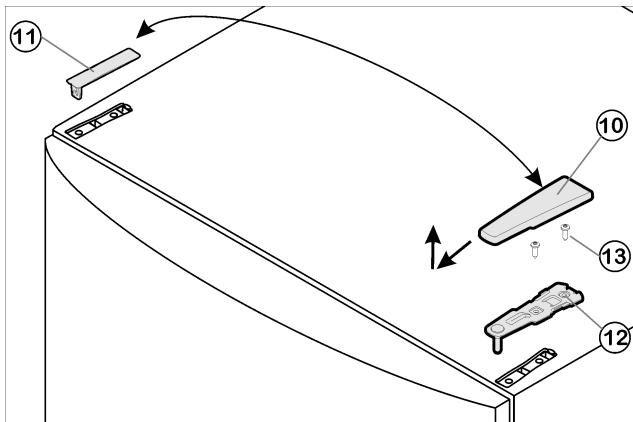

Fig. 4
- ▶ Потяните крышку Fig. 4 (10) вперед и вверх.
- ▶ Снимите крышку Fig. 4 (11).
- ▶ Открутите верхний опорный кронштейн Fig. 4 (12) (2 шт. Torx® 25) Fig. 4 (13) и вытяните вверх.
- ▶ Установите верхний опорный кронштейн *Fig. 4 (12)* на новой стороне шарнира и защелкните в дверце.
- ▶ Прикрутите верхний опорный кронштейн *Fig. 4 (12)* (**с моментом 4 Нм**) (2 шт. Torx® 25) *Fig. 4 (13)*. При необходимости проделайте отверстия или используйте аккумуляторную отвертку.
- ▶ Защелкните крышку *Fig. 4 (10)* и крышку *Fig. 4 (11)* на противоположной стороне.